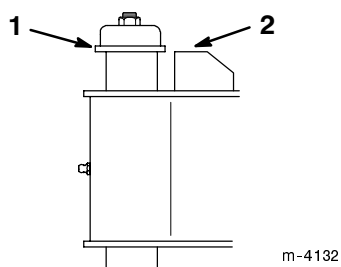

Figure 13
- Lors du balayage, essayer de maintenir la collerette du dessus de l'axe de pivot à la hauteur de la plaque de référence (Fig. 13) pour conserver une liberté de mouvement suffisante en cas de passage sur des bosses ou des fosses.